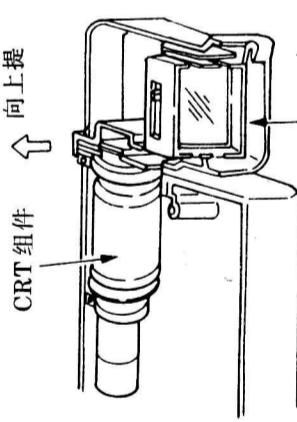

图 29
- ③向上提起CRT组件,并将其从CRT外壳A中取下,如图29所示;